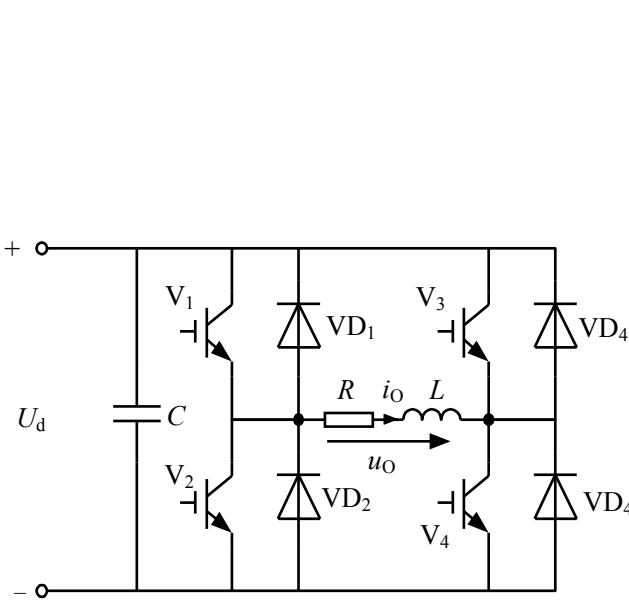
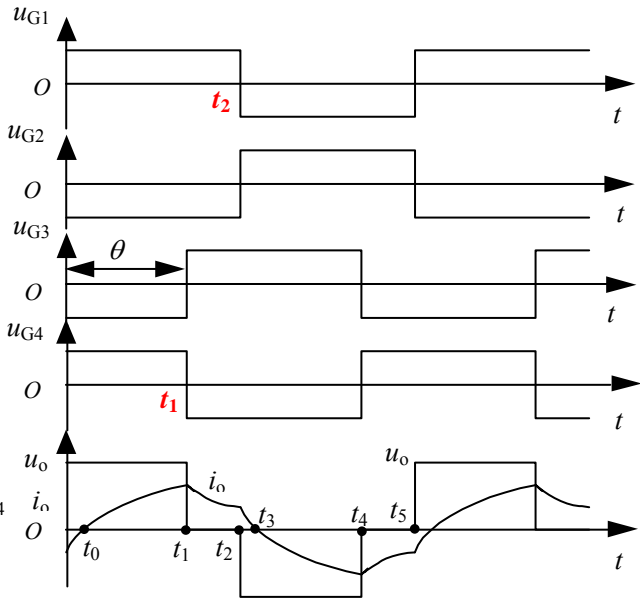

图 7 单相桥式逆变电路
图 8 工作波形
3. （6 分）单相桥式逆变电路如图 7 所示， $R$ 、 $L$  负载， $V_1$ 、 $V_2$ 、 $V_3$ 、 $V_4$  驱动信号  $u_{G1}$ 、 $u_{G2}$ 、 $u_{G3}$ 、 $u_{G4}$  以及负载两端电压  $u_O$ 、通过负载的电流  $i_O$  如图 8 所示，试给出各个阶段导通的器件，填入下表中。